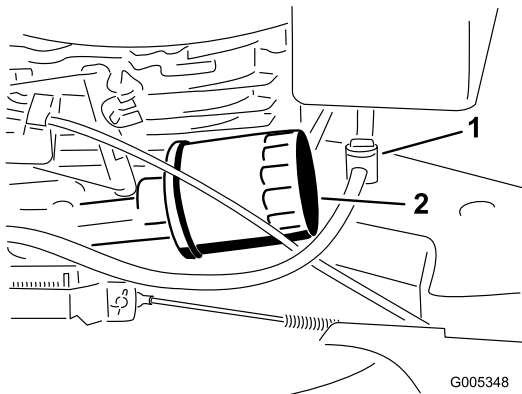

Figure 27
5. Placez un chiffon sous le filtre à huile pour recueillir l'huile qui peut s'écouler lors du retrait du filtre (Figure 27).
3. Fermez le robinet d'arrivée de carburant (Figure 27).